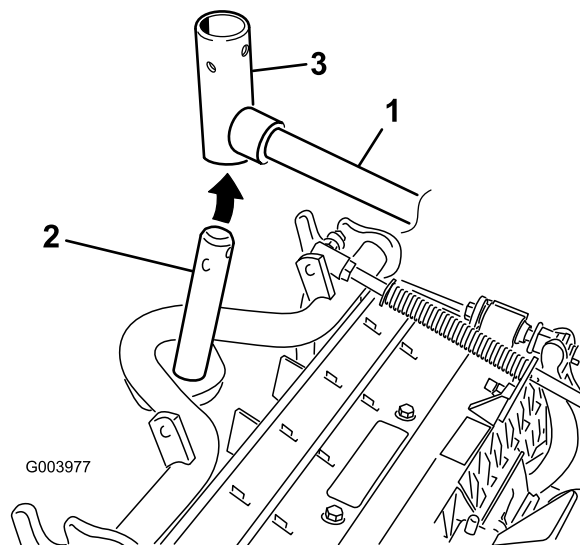

Figura 10
8. Nas unidades de corte dianteiras, faça deslizar uma unidade de corte sob o braço de elevação enquanto insere o veio da estrutura de suporte para cima para dentro da forquilha da articulação do braço de elevação (Figura 10).
- B. Insira a forquilha do braço de elevação no veio da estrutura de suporte (Figura 10).